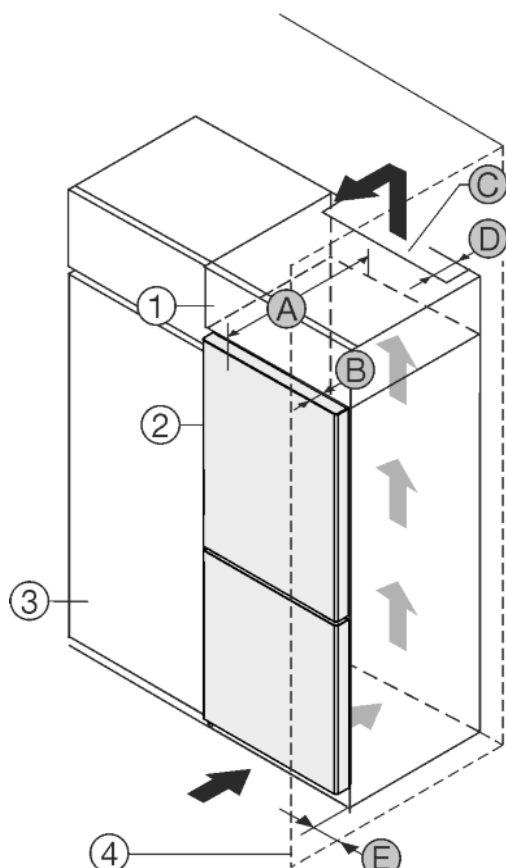

Fig. 1
- (1) Aufsatzschrank
- (2) Gerät
- (3) Küchenschrank
- (4) Wand
- (A) Gerätetiefe
- (B) Türtiefe
- (C) Belüftungsquerschnitt
- (D) Abstand Geräterückseite
- (E) Abstand zur Geräteseite
Gerät direkt neben dem Aufsatzschrank Fig. 1 (3) aufstellen.*
Gerät mit Abstand von 5 cm zwischen Gerät und Küchenschrank Fig. 1 (3) aufstellen.*
An der Rückseite des Aufsatzschrankes muss ein Abluftschacht mit der Tiefe Fig. 1 (D) über die gesamte Aufsatzschrankbreite vorhanden sein.
Unter der Raumdecke muss der Entlüftungsquerschnitt Fig. 1 (C) eingehalten werden.
Wenn das Gerät mit den Scharnieren neben einer Wand Fig. 1 (4) aufgestellt wird, muss der Abstand zwischen Gerät und Wand mindestens 40mm betragen. Dies entspricht dem Griffüberstand bei geöffneter Tür.
Um die Tür vollständig öffnen zu können, muss Gerät um die Türtiefe Fig. 1 (B) gegenüber der Küchenschrankfront vorstehen. Abhängig von der Tiefe der Küchenschränke Fig. 1 (3) und Verwendung von Wandabstandshaltern kann das Gerät weiter herausragen.*
Um die Tür vollständig öffnen zu können, muss Gerät um die Türtiefe (B) gegenüber der Küchenschrankfront vorstehen. Abhängig von der Tiefe der Küchenschränke Fig. 1 (3) und Verwendung von Wandabstandshaltern kann das Gerät weiter herausragen.*